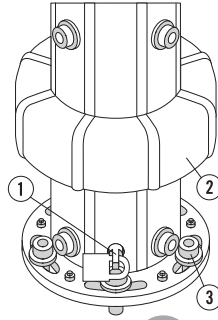

Fig.10
- Verbindungsbolzen (1) entfernen und Abdeckhaube (2) hochschieben (Fig. 10).
- Schirm senkrecht festhalten und dabei Verankerungsschrauben (3) entfernen.